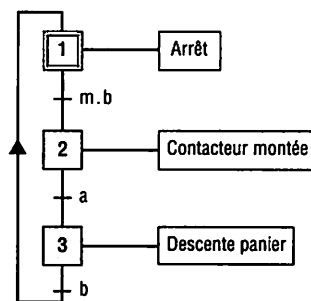

Fig. 11 : GRAFCET technologique.
### 3.2. Spécifications technologiques (PC) (fig. 11)
Exemple : GRAFCET (PC) du sous-système montée-descente (fig. 11).